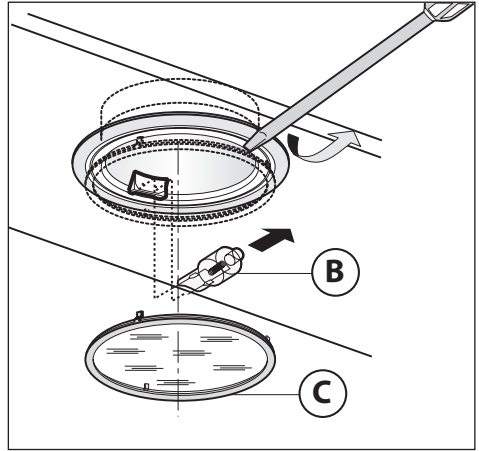

Fig.7
• Austausch der Halogenlampen (Abb.7):